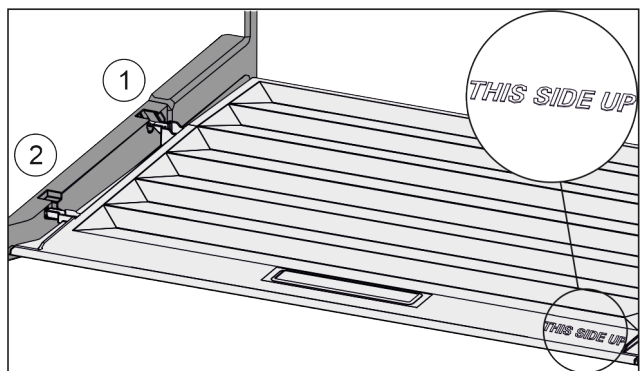

Fig. 138
- ▶ Dekselranden via de opening van de achterste houder Fig. 138 (1) aanbrengen en van voren in de houder Fig. 138 (2) klikken.